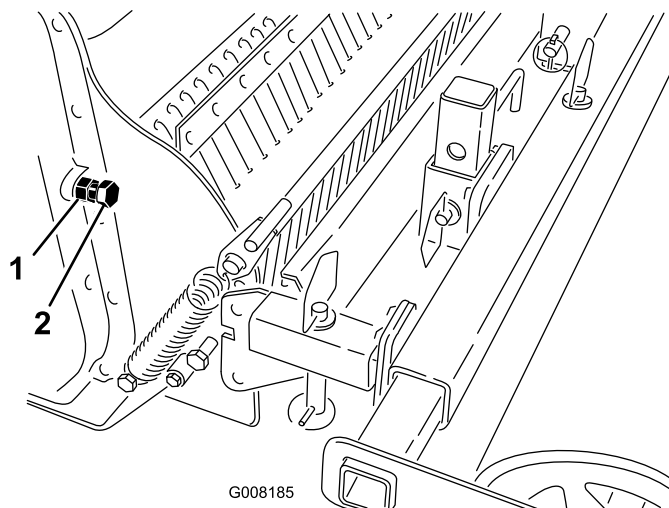

Figure 11
2. Desserrez l'écrou de blocage sur la vis de réglage de la chaîne (Figure 11).
3. Serrez la vis à la main jusqu'à ce que vous sentiez une résistance (Figure 11).